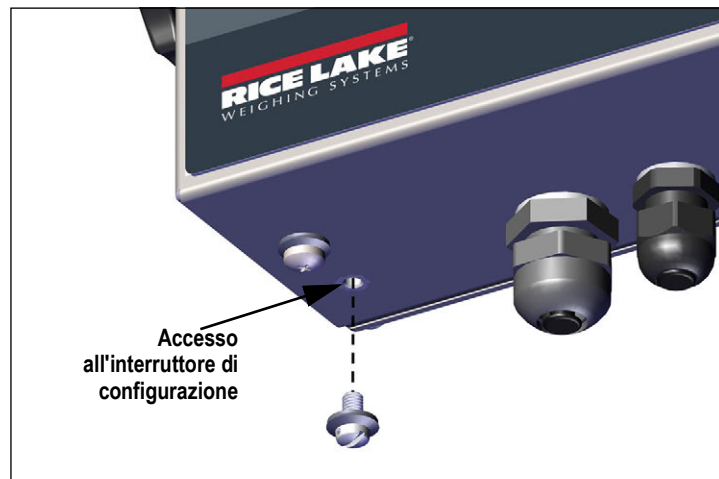

Figura 4-1. Accesso all'interruttore di configurazione
1. Accedere alla modalità di configurazione premendo l'interruttore di configurazione (Figura 4.1 a pagina 36). Viene visualizzato **CONF**.